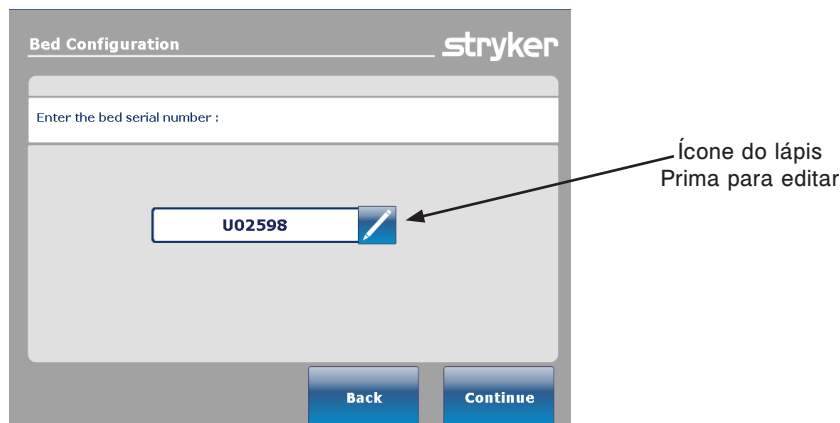

Figura 32: Ecrã Bed Configuration - Serial Number (Configuração da Cama - Número de Série)
1. Prima e mantenha premido o botão **HOB 30** e o botão **Vascular Position** (Posição Vascular) ao mesmo tempo durante 25 segundos e, de seguida, solte ambos os botões. É apresentado o ecrã **Bed Configuration - Serial Number** (Configuração da Cama – Número de Série) (Figura 32).
2. Introduza ou confirme o número de série da cama (Figura 32).
- ii. Introduza o número de série da cama no campo do número de série e prima o botão **OK**. Voltará ao ecrã principal do número de série, conforme mostrado na Figura 32.